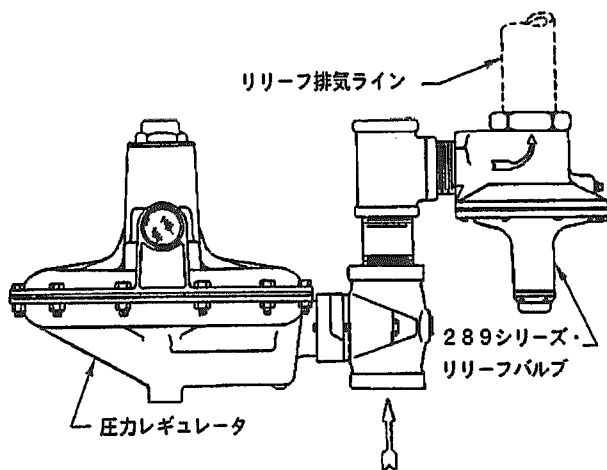

図2. 289シリーズ・リリーフバルブの設置例
- 4) 図 2 を参照して下さい。リリーフバルブの取り付け姿勢には制限がありません。リリーフバルブを屋外に設置する場合は、その排気ラインの閉塞や、雨水、塵、昆虫、腐食性物質などの異物の侵入を防止するため、防水キャップまたはエルボ等を接続して下さい。この際は、スクリーン、スナップリング、およびガスケット(キー 9, 13, および15, 図 4 ~ 8 参照)を取り外すことが必要となります。